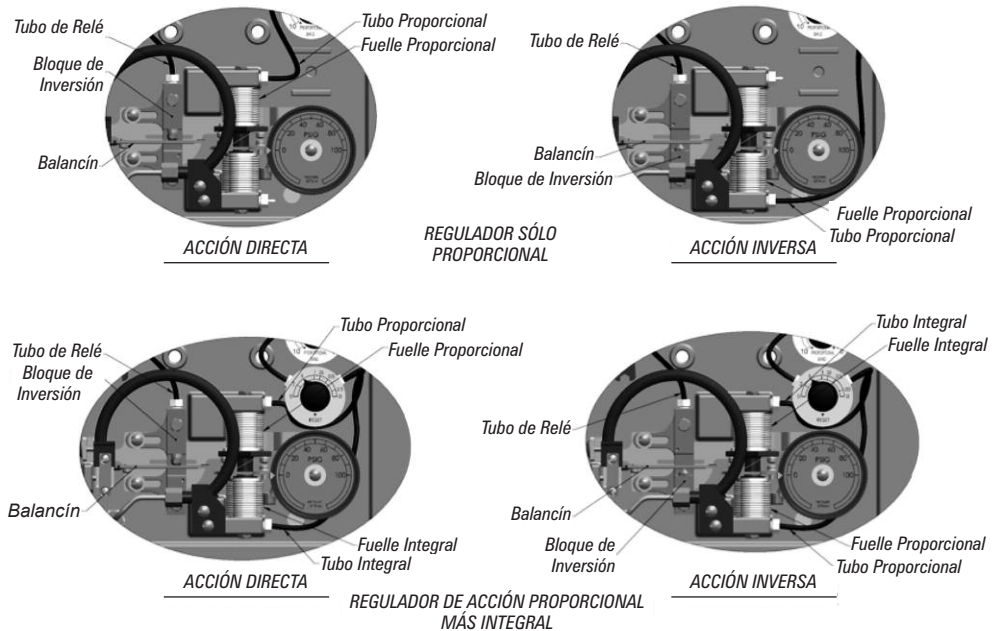

Figura 13 Conexiones de los Tubos. Acción Directa/Inversa. Reguladores Sólo Proporcional y Reguladores de Acción Proporcional Más Integral.
- c. Para un regulador sólo proporcional con un punto de referencia a distancia: desconecte el tubo proporcional y el tubo de punto de referencia a distancia de la base de montaje y vuelva a conectarlos en los orificios de enfrente (Figura 13).